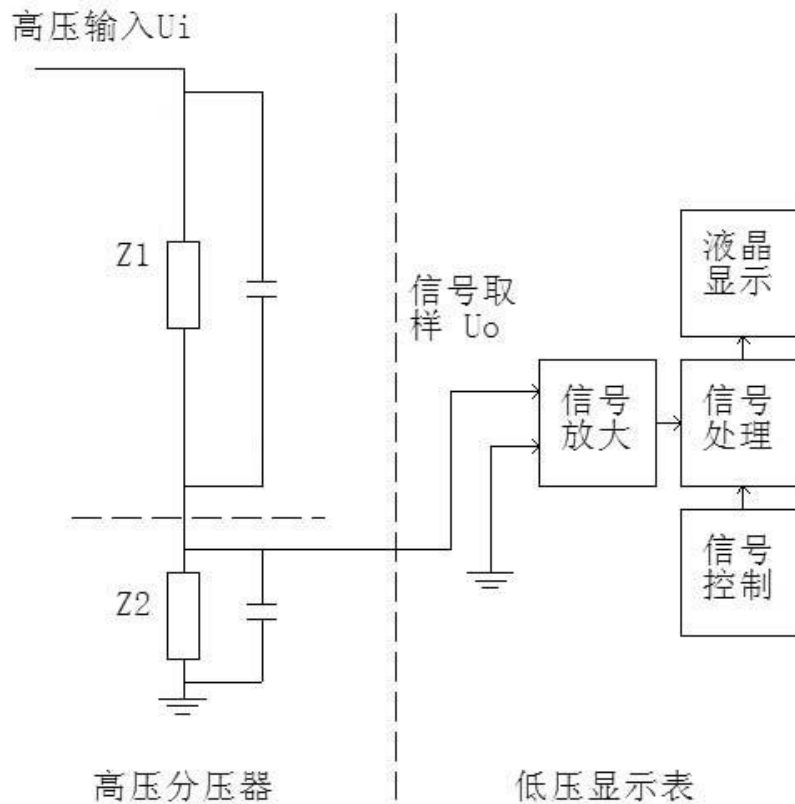

图 1 测量原理图
本仪器采用阻容分压法测量高压交直流，如图 1 所示。左侧是高压部分，采用阻容分压电路，由阻抗  $Z_1$  和  $Z_2$  两部分组成。高压  $U_i$  从上端均压球处输入，从阻抗  $Z_2$  处输出低压取样信号  $U_o$ ；右侧是低压显示表，用于处理低压取样信号  $U_o$ 。低压取样信号  $U_o$  经整流滤波放大处理后送入低压显示表显示。高压  $U_i$  和  $U_o$  关系式如公式 (1) 所示：